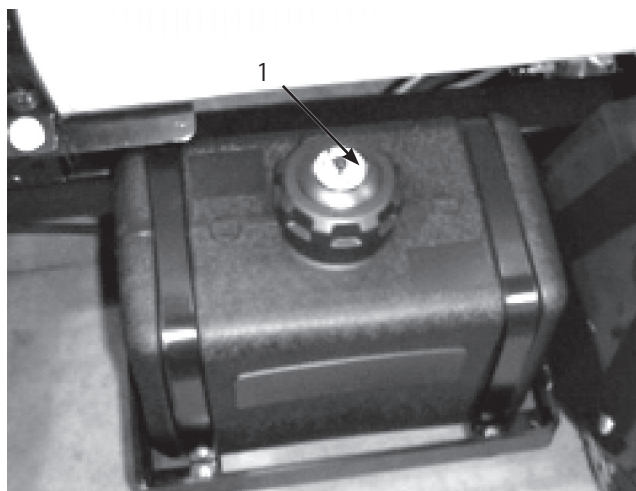

図6
2. 燃料タンクのキャップ (図6) の周囲をきれいに拭く。